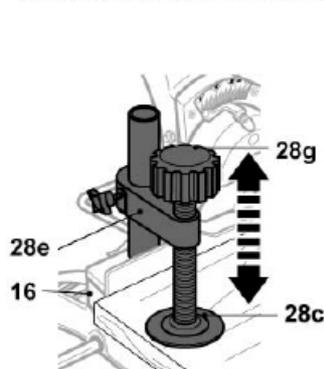

Fig. 52
- > Réglez la plaque [28c] et le support [28e] à la hauteur requise (Fig. 52), puis immobilisez la pièce.